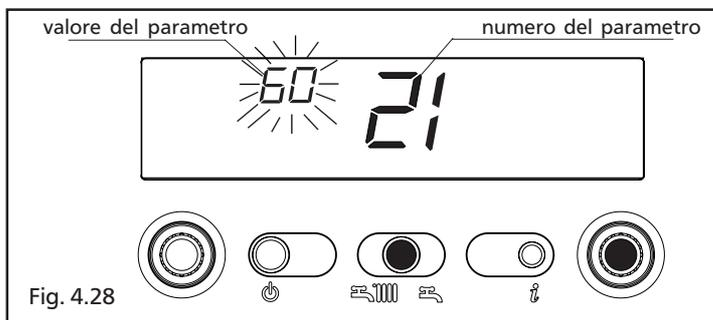

Fig. 4.28
- premere il tasto ENTER per accedere alla modifica del valore del parametro. Alla pressione del tasto ENTER lampeggia il valore precedentemente impostato (fig. 4.28)
Alla pressione del tasto ENTER i digit lampeggiano evidenziando il valore precedentemente impostato (fig. 4.28)